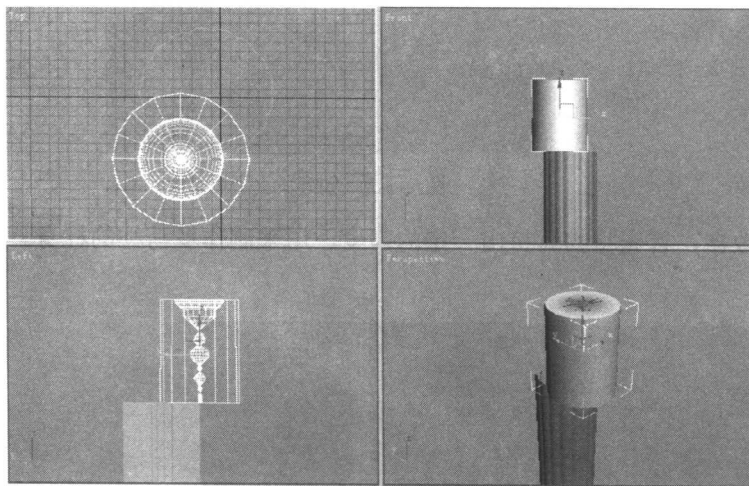

图 1-3-5 旋转后的效果
(5) 进入修改命令面板, 在修改器下拉列表中选择其中的【车削】修改器, 结果如图 1-3-5 所示。